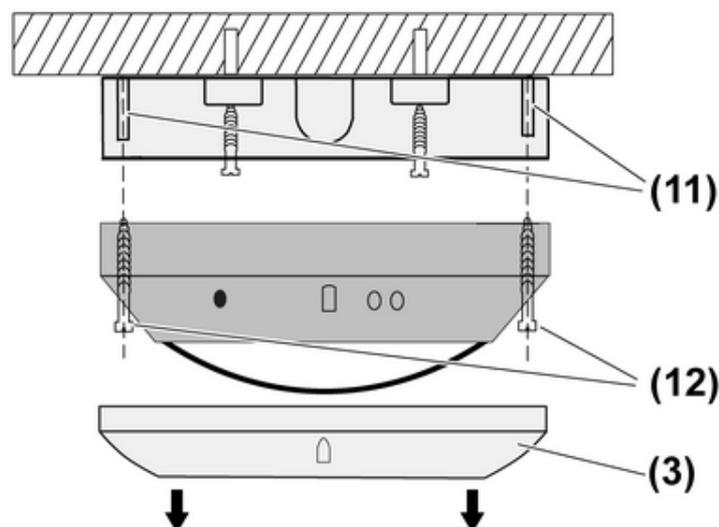

Bild 4: Montage
- (3) Zierring
- (11) Befestigungsdome
- (12) Schrauben
- Zierring (3) abziehen (Bild 4).
- Schrauben (12) lösen.
- Präsenzmelder mit Schrauben (12) und Befestigungsdomen (11) auf Anschlusskasten (4) schrauben (Bild 4).